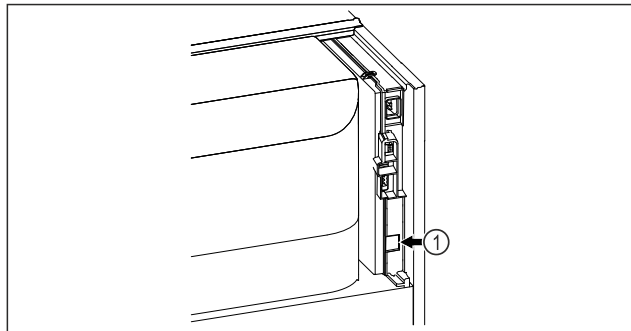

Fig. 92
- Moduli SmartModule Fig. 92 (1) është vendosur.